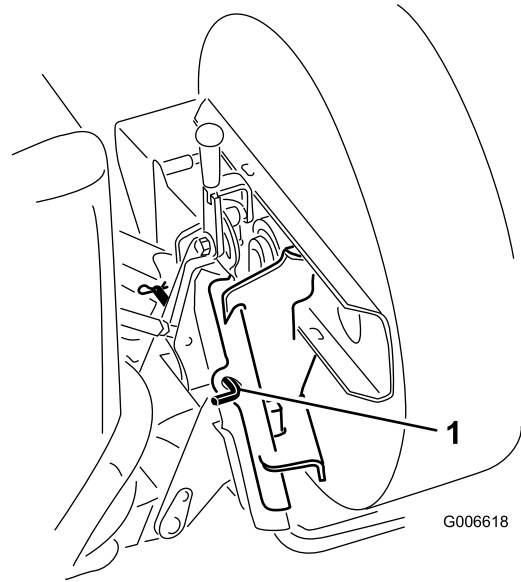

Figure 5
5. Insérez la goupille de blocage dans les adaptateurs et fixez-la avec une goupille fendue (Figure 5).